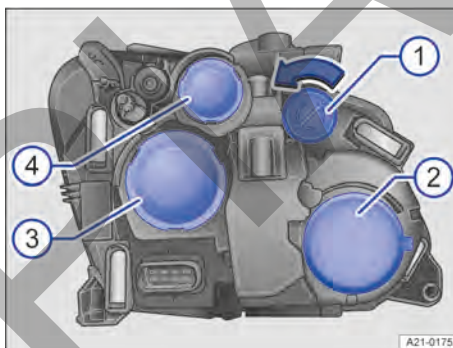

Fig. 142 En el compartimento del motor: tapas del faro izquierdo.
1. Gire el portalámparas hasta el tope en el sentido de la flecha → Fig. 142 ①.
1. Desmonte la tapa de goma de la parte posterior del faro → Fig. 142 ②.
6. Coloque la tapa de goma en la parte posterior del faro → Fig. 142 ②.
1. Desmonte la tapa de goma de la parte posterior del faro → Fig. 142 ③.
6. Coloque la tapa de goma en la parte posterior del faro → Fig. 142 ③.
1. Desmonte la tapa de goma de la parte posterior del faro → Fig. 142 ④.
6. Coloque la tapa de goma en la parte posterior del faro → Fig. 142 ④.